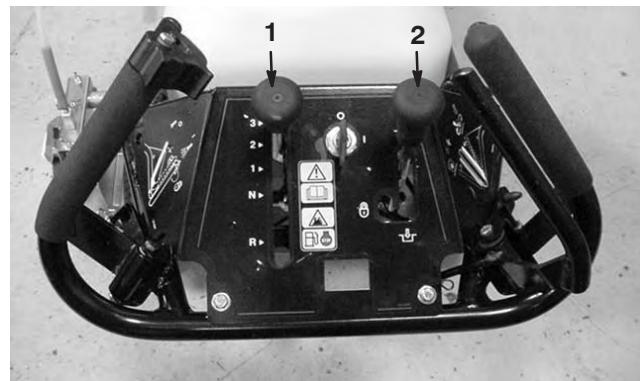

Bild 18
2. Aktivieren Sie die Feststellbremse (Bild 18).
3. Stellen Sie sicher, dass der Ganghebel in der Neutralstellung ist und die Farb- und Fahrantriebshebel ausgekuppelt sind (Bild 18).
1. Schieben Sie den Fahrgeschwindigkeitshebel auf die Neutralstellung und aktivieren Sie die Feststellbremse (Bild 18).
3. Stellen Sie den Fahrgeschwindigkeitshebel auf die gewünschte Geschwindigkeit (Bild 18).